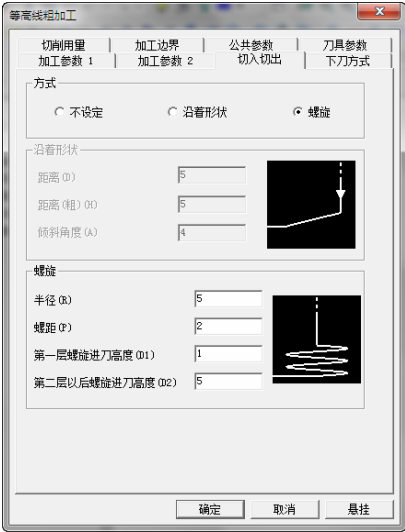

图 8-95 “切入切出”选项卡
3) 单击“切入切出”选项卡，设置“方式”为“螺旋”，具体参数如图 8-95 所示。